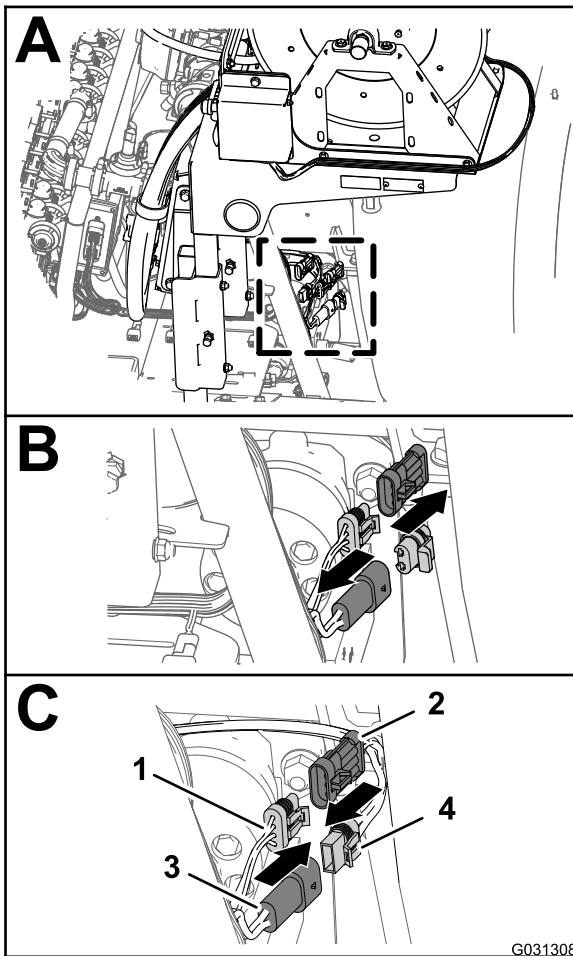

Figura 145
1. Na traseira da máquina, localize a cablagem do kit de cilindro de tubagem elétrico na traseira do depósito de pulverização (A de Figura 145).
2. Retire o tampão do conector de 2 pinos da cablagem traseira principal para a alimentação do cilindro de tubagem (B em Figura 145).
3. Ligue o conector de 2 tomadas da cablagem para o cilindro de tubagem elétrico no conector de 2 pinos da cablagem traseira principal (C em Figura 145).
4. Retire a tampa do conector de três tomadas da cablagem traseira principal para a interligação da cablagem do pulverizador (B em Figura 145).
5. Ligue o conector de três pinos da cablagem para o cilindro de tubagem elétrico no conector de três tomadas da cablagem traseira principal (C em Figura 145).